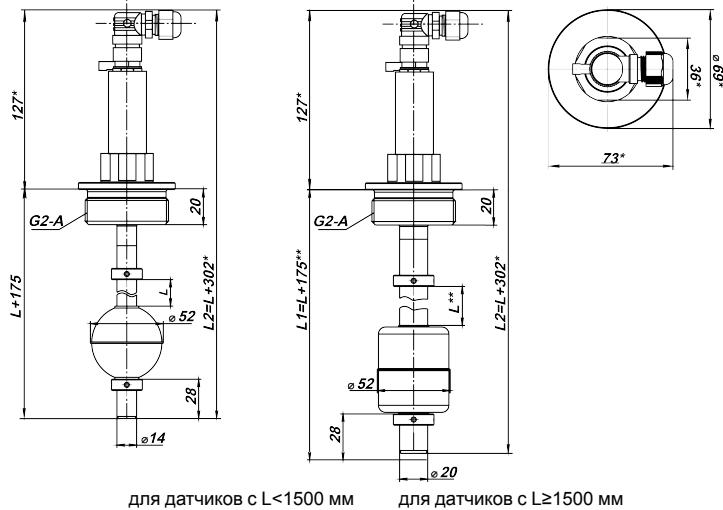

Рисунок 6.1 – Габаритные и присоединительные размеры
- убедиться, что габаритные и присоединительные размеры на технологическом объекте соответствуют размерам датчика (см. рисунок 6.1) – для исполнений с присоединительной резьбой G2;